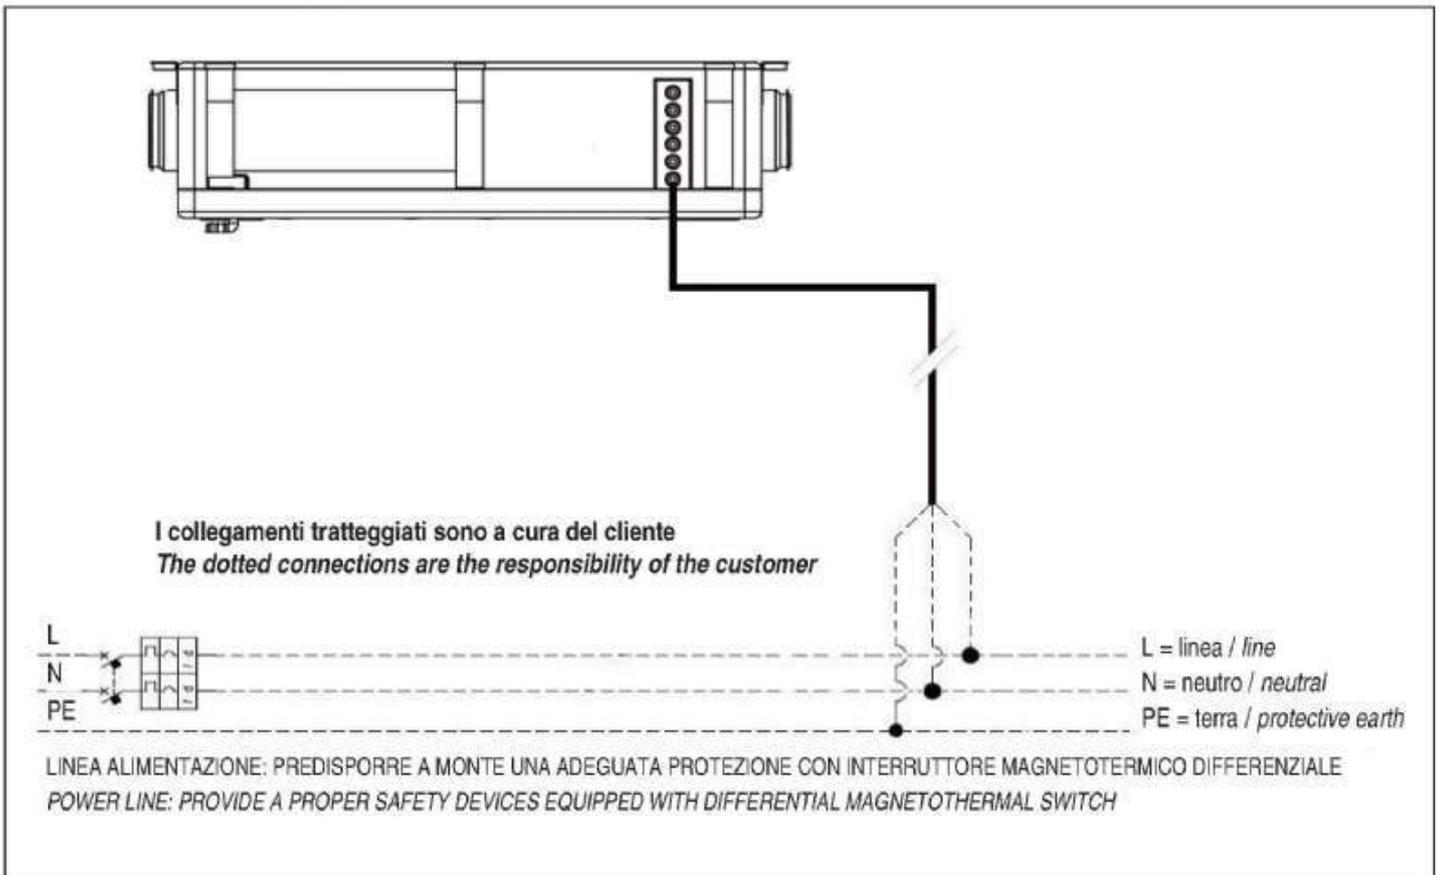

Fig.16
- Prima di mettere in funzione il dispositivo controllare la perfetta integrità dei vari componenti e dell'impianto elettrico a cui va collegata (Fig. 16).
- *Before starting the device, check that the various components and the electrical system the device is connected to are in perfect order (Fig. 16).*
- Le connessioni e i cavi usati per esse sono a cura di chi installa (Fig. 16).
- Connections and cables have to be supplied by the installer (Fig. 16).